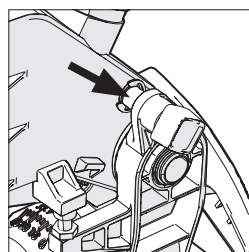

Fig. 16
- Assurez-vous que la tête de coupe soit en position verrouillée avec la goupille de verrouillage complètement engagée dans son support. (Voir Fig.16)
- Veillez à ce que la tête de coupe soit en position verrouillée avec la goupille de verrouillage complètement engagée dans son support. (**Fig. 16**)
- Retirer la goupille de la tête de verrouillage (**Fig. 16**) et permettez à la tête de coupe de monter dans sa position supérieure.